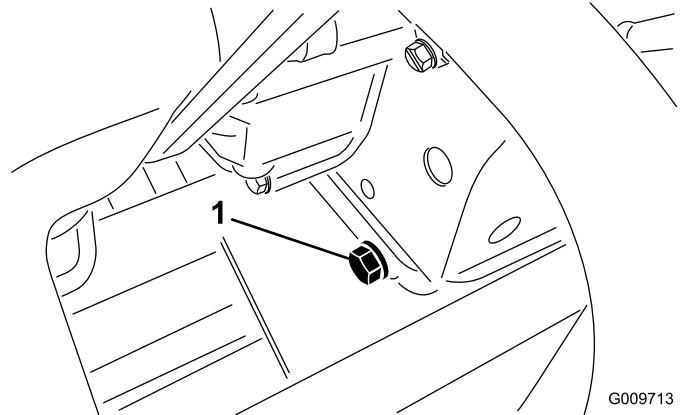

Figura 27
1. Retire el tapón de vaciado trasero (Figura 27) y deje fluir el aceite a un recipiente apropiado. Cuando el aceite deje de fluir, coloque el tapón de vaciado.